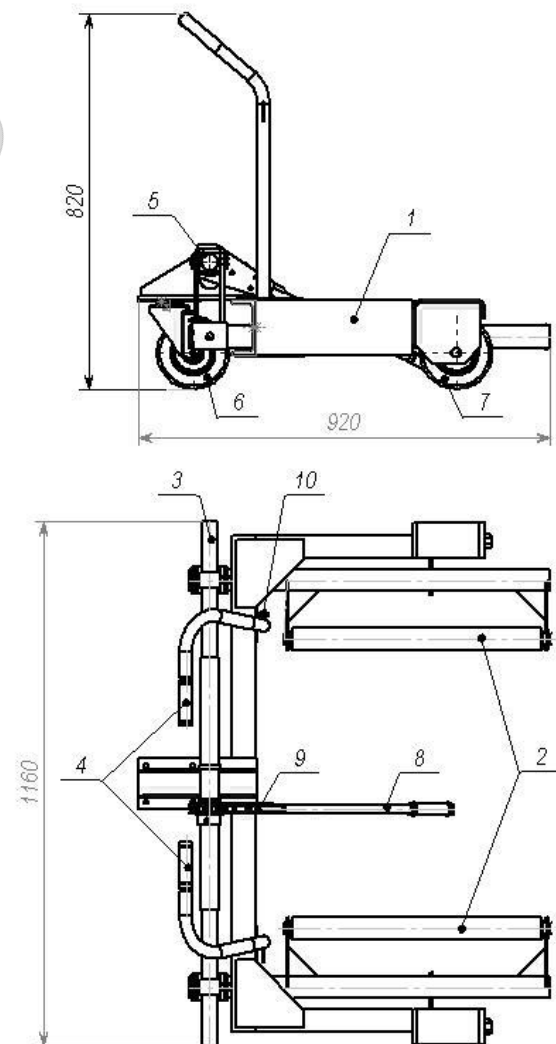

Рис. 1. Тележка П254
4.1. Устройство тележки изображено на Рис.1. Тележка состоит из основания поз. 1, роликов опорных поз. 2, винта поз. 3, поручней поз. 4, гайки поз. 5, колеса переднего поз. 6, колес задних поз.7, рукоятки поз.8, храпового механизма 9, цепи 10.
9.1.2. Один раз в месяц произвести смазку винта поз.3 и храпового механизма поз.9 рис.1смазкой «литол-24» ГОСТ 21150-87 или аналогичной.